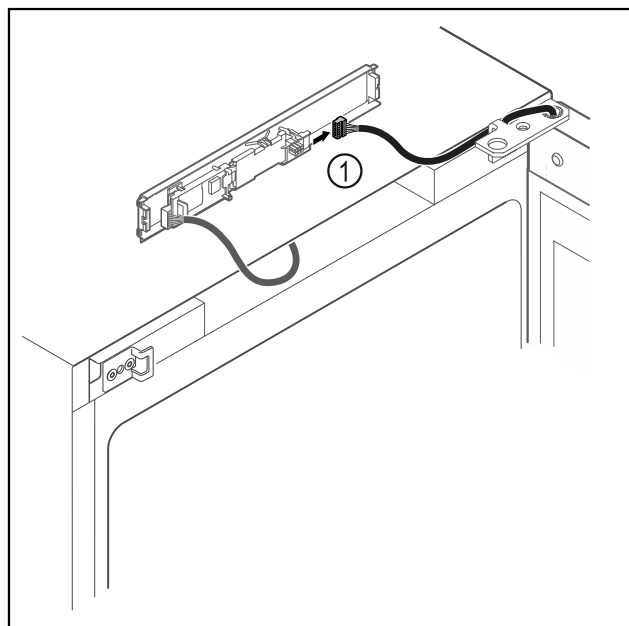

Fig. 10
- ▶ Αποσυνδέστε το φινις Fig. 10 (1) από την πλακέτα.